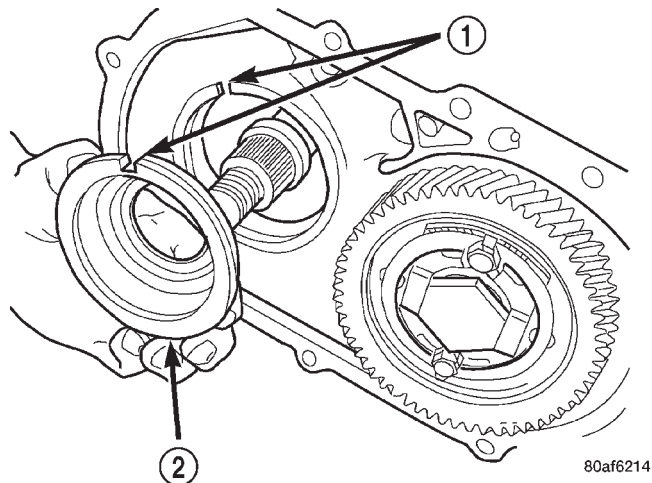

Fig. 110 Desmontaje del retén de la cubeta de cojinete
(29) Instale el retén de la cubeta de cojinete en el transeje (Fig. 110).